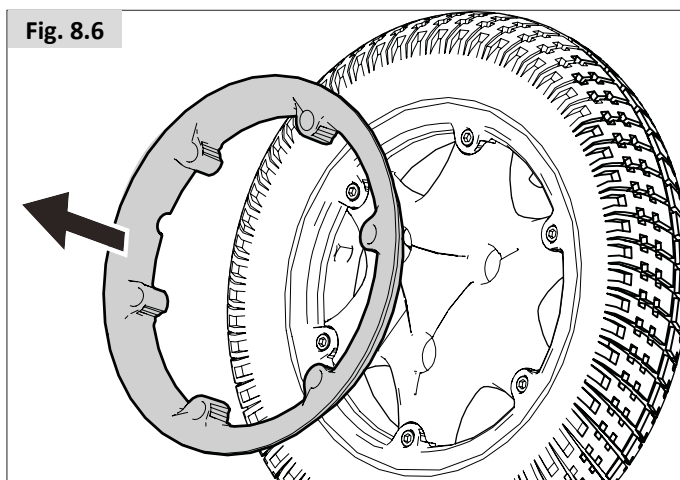

Fig. 8.2
- Anvend en 16 mm AF-topnøgle til aftagning af de 3 tapskruer/styremøtrikker (Fig. 8.2).